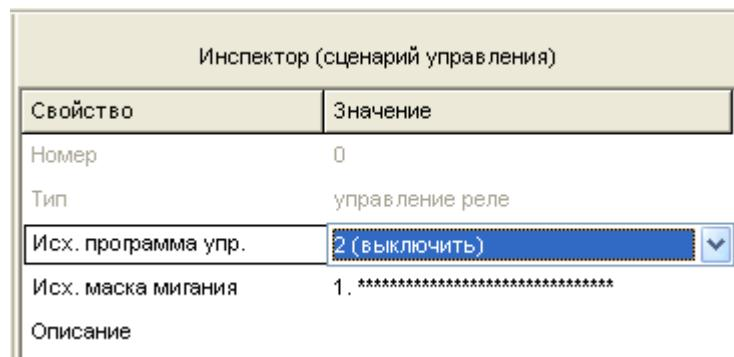

Рисунок 48
- Задать общее для всего сценария исходное состояние релейного выхода и (опционально) текстовое описание создаваемого сценария в окне «Инспектор» (см. Рисунок 48). Исходное состояние определяет поведение релейного выхода для всех состояний системы, не включенных в условия сценария, и характеризуется двумя параметрами: начальной программой управления (обычно «2 (выключить)», реже «1 (включить)») и начальной маской мигания (имеет смысл только в том случае, если для исходного состояния заданы программы мигания, № 5 - 8).*